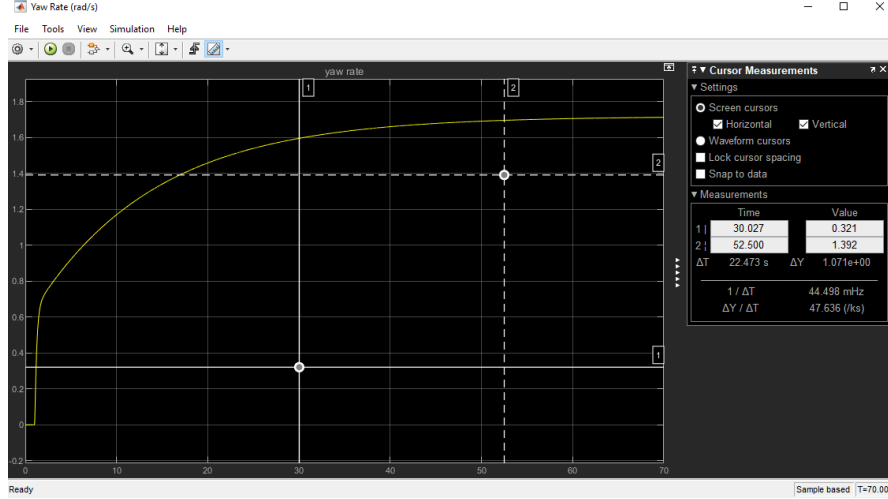

Figure 16: Déterminez le gain en régime permanent K à l'aide de la réponse à l'échelon mesurée.
- Déterminez le gain en régime permanent K à l'aide de la réponse à l'échelon mesurée et de l'équation 11. Utilisez l'outil **Cursor Measurements** dans le Scope de Simulink pour effectuer des mesures directement sur la courbe de réponse, comme illustré dans la Figure 16.